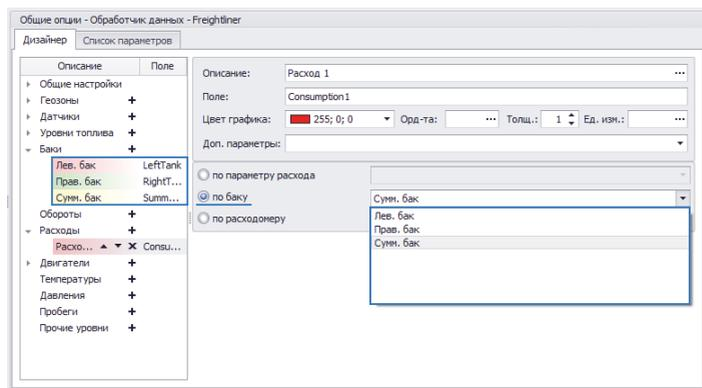

Рис.52. Расчет расхода по изменению уровня топлива в баке.
- в настройках параметра расхода выбрать опцию «по баку», затем в выпадающем списке выбрать ранее настроенный бак (Рис.52).